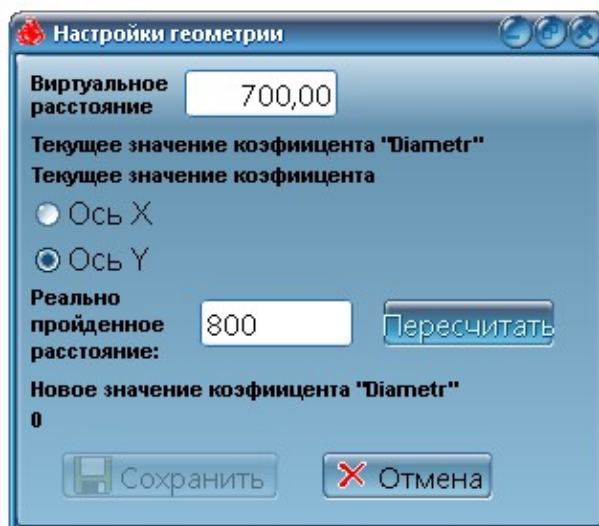

рисунок 53. Настройка геометрии
7. В открытом подменю (рисунок 53. Настройка геометрии) установить флаг в окне «Ось Y».